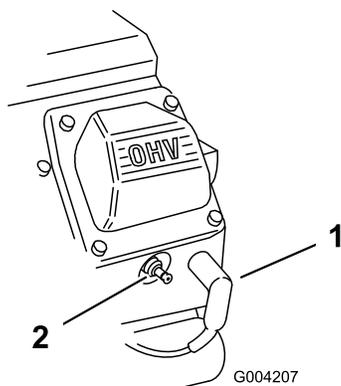

Рисунок 49
2. Снимите провода со свечей зажигания (Рисунок 49).
3. Наденьте провода на свечи зажигания (Рисунок 49).